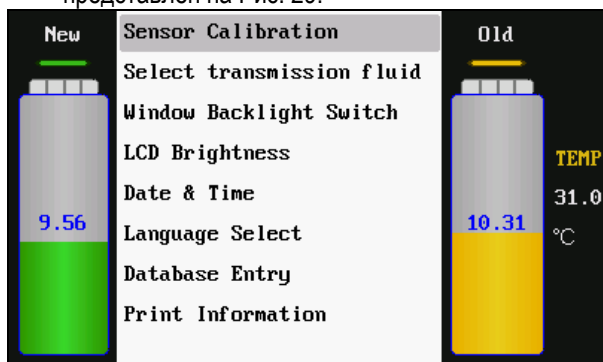

Рис. 29
- 2) В подпункте настройка системы выбрать необходимый параметр настройки. Интерфейс представлен на Рис. 29.